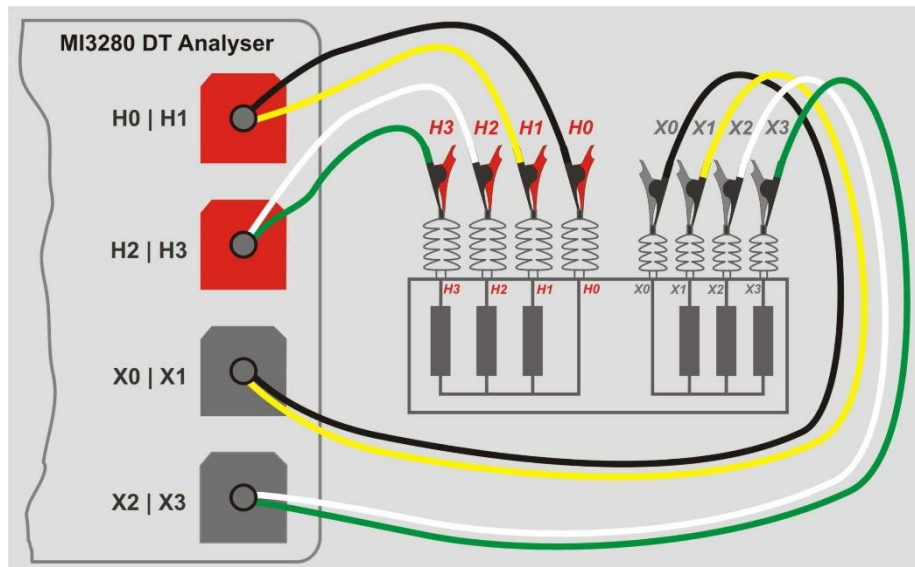

Abbildung 11.22: Messung des Wicklungswiderstands eines Dreiphasen-Transformators
Zur Messung der Spannung des Dreiphasen-Netztransformators müssen Sie den **H1|H0** Stecker (roter Anschluss: schwarze und gelbe Leitungen), **H2|H3** Stecker (roter Anschluss: grüne und weiße Leitungen), **X1|X0** Stecker (grauer Anschluss: schwarze und gelbe Leitungen) und **X2|X3** Stecker (grauer Anschluss: grüne und weiße Leitungen) an passende Buchse des MI 3280 DT Analysator anschließen, wie gezeigt in *Abbildung 11.22*.
- ❑ Verbinden Sie den Dreiphasen-Transformator wie in *Abbildung 11.22* dargestellt.